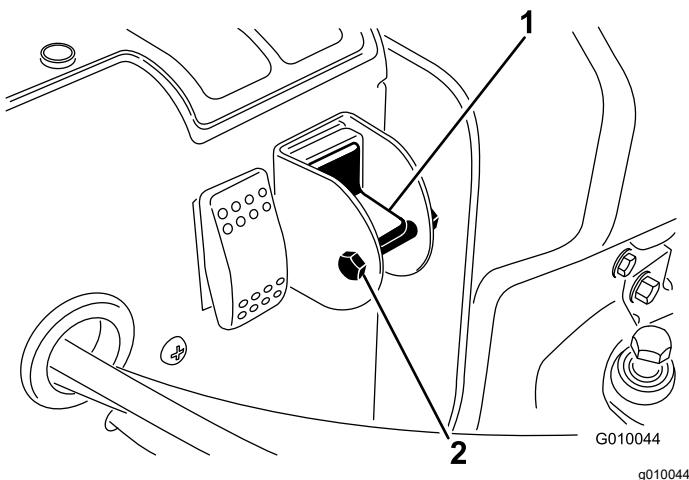

Bild 21
4. Entfernen Sie die Arretierschraube und die Mutter vom Auswahlschalter (Bild 21).